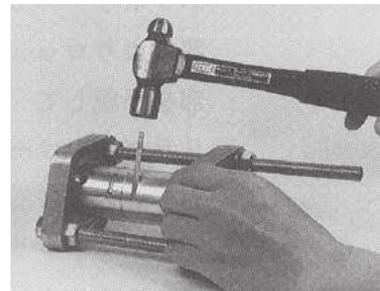

Fig.29
b) ロックリングの全長にわたってグリースを塗布する。ロックリングの挿入孔にリングの丸い方の先端を挿入しリングの反対端をハンマーで叩きながら、少しずつロックリング溝に沿って環状にリングを押し込む。(Fig.29)